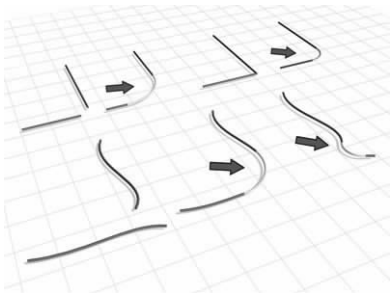

图 5-67 创建圆角曲线 ▲
-  (创建圆角曲线): 在两条曲线之间产生圆角的新曲线, 如图 5-67 所示。